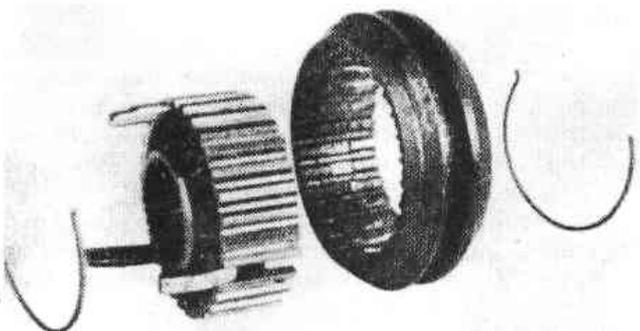

Рис. 6.13. Ступица синхронизатора в разобранном виде (Разд.6)
12. Снимите муфту синхронизатора со ступицы и выньте скользящие шпонки и пружины (Рис.6.13).